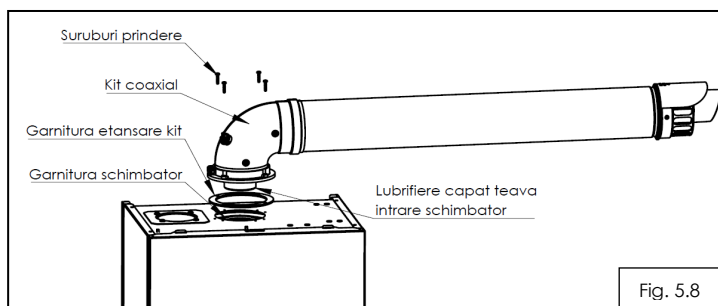

Fig. 5.8
Pentru instalarea facilă a kitului este necesară lubrifierea capătului cotelui (4) la partea de intrare în centrală, utilizați numai apă sau săpun comercial standard. Lubrifierea este necesară pentru a nu deplasa garnitura de evacuare de pe schimbătorul principal de căldură (fig. 5.8).
**Kitul coaxial vertical, fig. 5.8 se livreaza doar la cerere.** Evacuarea gazelor se face printr-un tub de diametrul  $\varnothing 60\text{mm}$ , coaxial cu tubul de admisie a aerului de diametrul  $\varnothing 100\text{ mm}$ . Racordarea se face astfel:
- se fixeaza tubul de admisie (10) pe capacul superior al camerei presurizare cu 4 suruburi, avand grija ca intre capac si cot kit sa se pozitioneze garnitura aferenta;
- se fixeaza pe tubulaturile de admisie/evacuare avand grija sa se pozitioneze garniturile aferente. Se monteaza kitul montare acoperis (4).